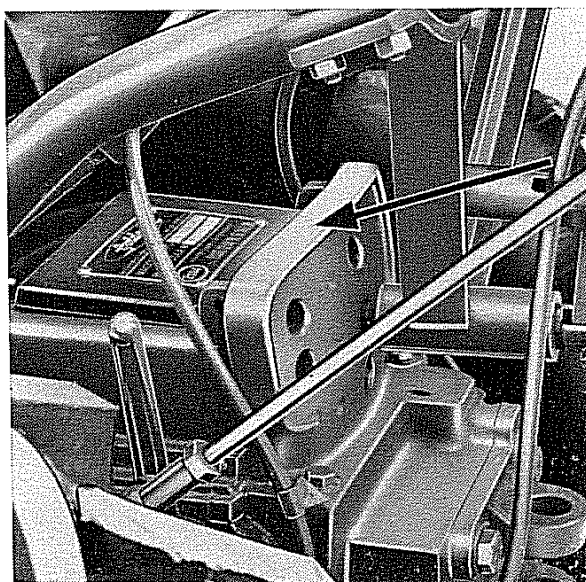

Fig. 35 - Identificazione motocoltivatore
N.B. - Sia la sigla del modello che il numero del motocoltivatore si trovano stampigliati sull'apposita targhetta metallica oppure nel punto indicato dalla freccia in fig. 35.